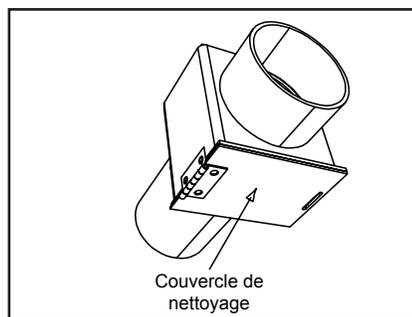

Figure 20.3 – Adaptateur de ventilation arrière
7. Pour nettoyer l'adaptateur supérieur de ventilation, ouvrez le couvercle de nettoyage et enlevez les débris accumulés. **Figures 20.3 et 20.4**